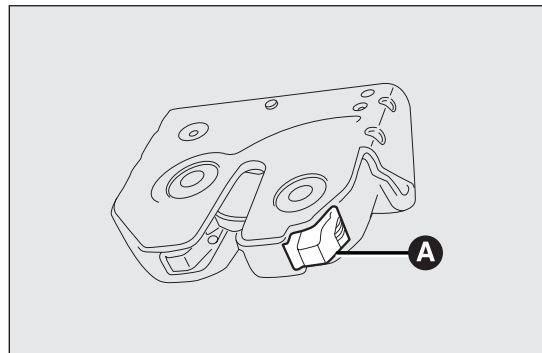

fig. 55
- per ottenere lo sbloccaggio meccanico del portellone, operando all'interno del vano bagagli, agire sulla levetta A fig. 55.